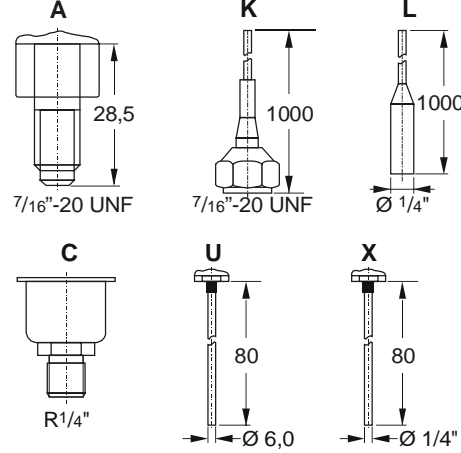

Fig. 4
- Omschakelbare reset: verwijder het deksel en zet de keuzeschakelaar in de gewenste positie 'automatisch' ④ of 'handreset' ③.
Testknop ⑤ (Fig.4):